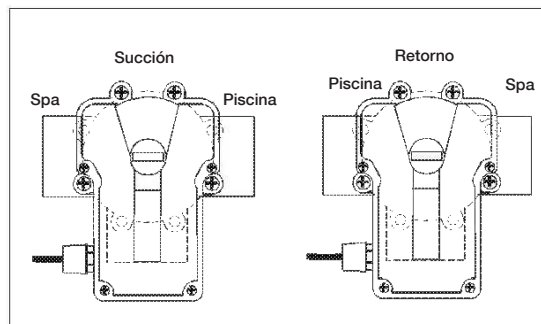
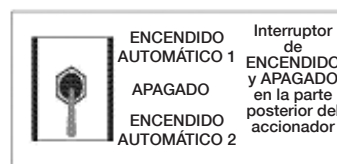

Figura 6. Sincronización, ejemplo
Figura 7. Sincronización, interruptor basculante
La Figura 6 al lado derecho representa las válvulas y accionadores para una combinación de piscina y spa. La válvula a la izquierda (spa a la izquierda y piscina a la derecha) está conectada de manera opuesta a la que está a la derecha (piscina a la izquierda y spa a la derecha). Si los accionadores están activados ahora, uno girará hacia spa mientras que el otro gira hacia piscina. Cambiar los ajustes de leva dentro del accionador no corregirá este problema. Para sincronizar los accionadores, mueva el interruptor basculante en la parte posterior del accionador (que no está sincronizado) a la posición del extremo opuesto. (Consulte la Figura 7. Nota: La posición central es APAGADO).
1. En la parte posterior del accionador, mueva el interruptor de la válvula hasta que alcance el giro deseado. Consulte la Figura 7 en la página anterior.
1. En la parte posterior del accionador de válvula, mueva el interruptor hasta la posición central (APAGADO). Consulte la Figura 7.